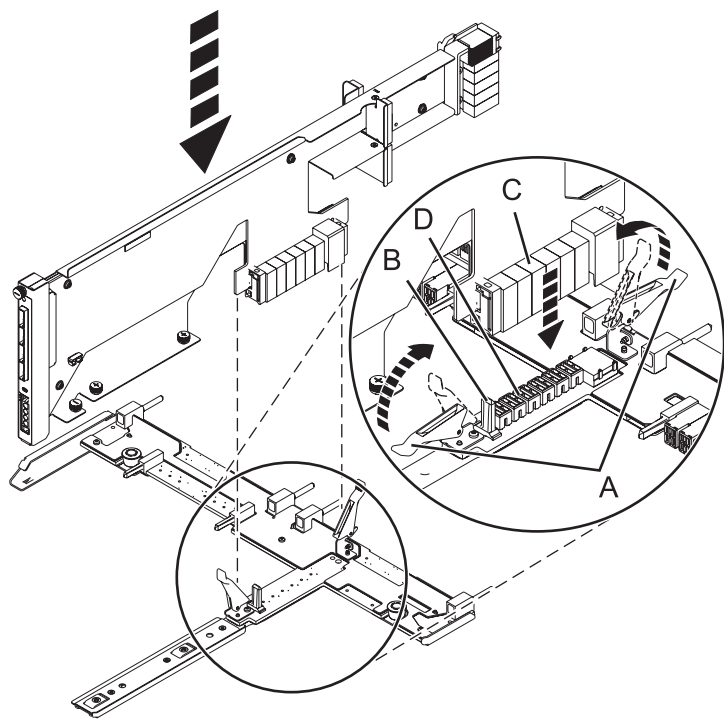

Figura 85. Instal·lació de la targeta de conducte SAS a la placa mitja
- a. Poseu el connector de la targeta (C) a la connexió de la placa mitja (D) utilitzant la guia (B) per garantir una bona connexió.
- b. Aixequeu la nansa (A) per col·locar i fixar la targeta de conducte SAS a la placa mitja com es mostra a la Figura 85 a la pàgina 121.